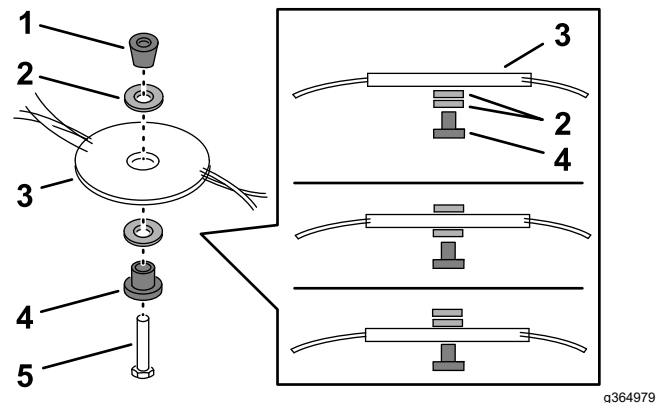

Figura 27
2. Altere a posição dos espaçadores para ajustar a altura de corte, como se mostra na (Figura 27).